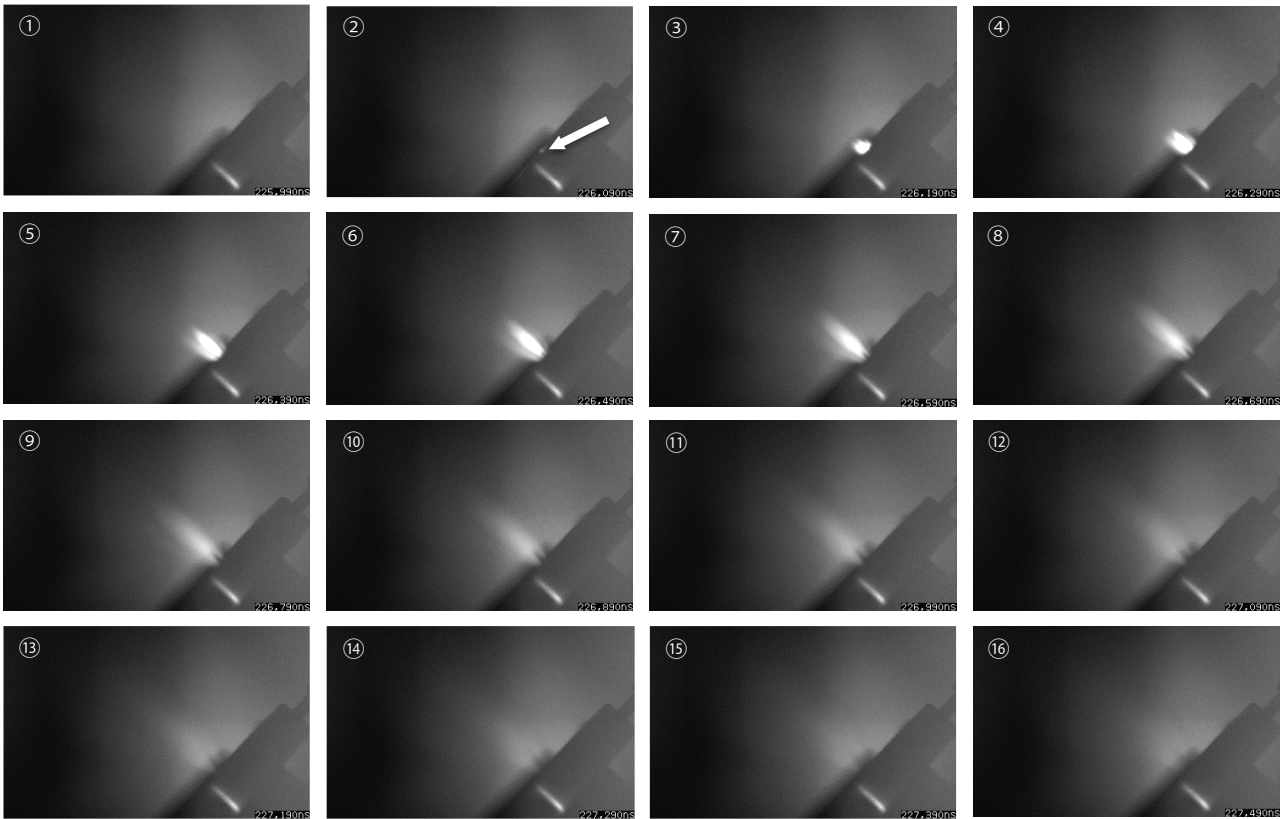

Fig. 2 撮影画像 (画像間の時間間隔は 100 nsec)
Table 2 に撮影条件を示します。撮影画像を Fig. 2 に示します。Fig. 2 の画像②においてレーザーが照射されました。照射部は画像②の矢印部です。その後、アブレーションが起き、アブレーションブルームがターゲットに対して垂直方向に移動していき、ブルームの発光強度が弱くなっていく様子がわかります。